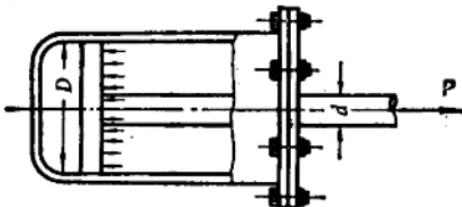

图 1.14
1.14 某铣床工作台进给油缸如图1.14示，油缸内工作油压 $p = 2 \text{ MN/m}^2$ ，油缸内径 $D = 75 \text{ mm}$ ，活塞杆直径 $d = 18 \text{ mm}$ 。已知活塞杆材料的许用应力 $[\sigma] = 50 \text{ MPa}$ ，试校核活塞杆的强度。